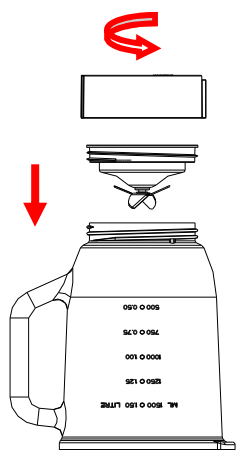

Fig.3
- 3.1 Inverta a unidade do jarro sobre uma superfície nivelada, segurando a pega do jarro. Coloque então o anel de vedação 2 e o conjunto das lâminas sobre o fundo da base do jarro e fixe o conjunto das lâminas rodando-o no sentido antihorário até estar bem apertado (Ver Fig. 3).